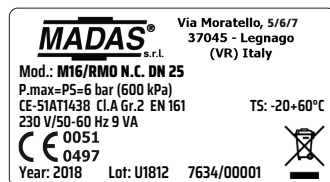

fig. 1
4.0 - REARME MANUAL (vea las fig.1 y 2)
fig. 1 e 2
fig. 1 et 2
fig. 1 and 2
fig. 1 y 2